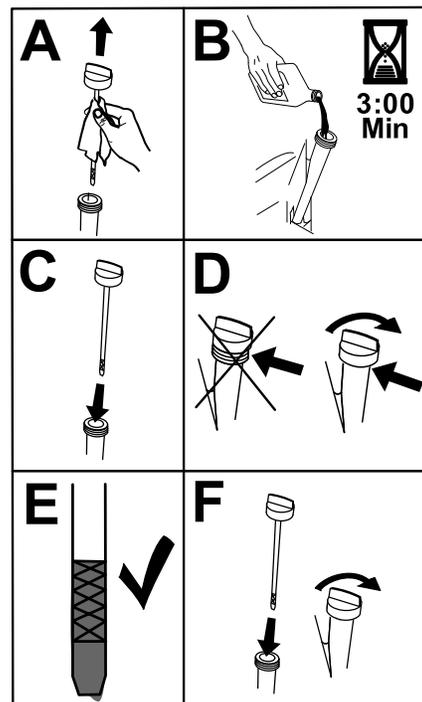

Figura 43
6. Deite cerca de 80% do óleo especificado no tubo de enchimento e adicione lentamente o óleo adicional até chegar à marca Cheio (Figura 43).